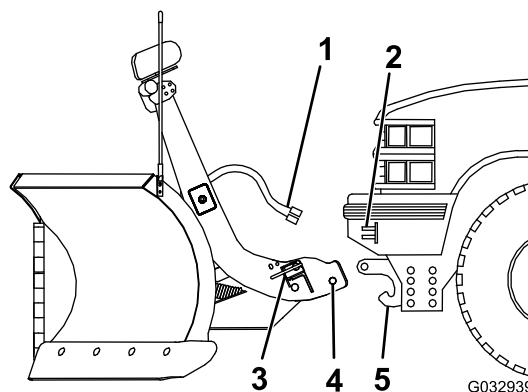

Figure 30
2. Alignez le véhicule avec le chasse-neige et avancez lentement jusqu'à ce que la goupille inférieure rencontre le récepteur de goupille de la barre de poussée (Figure 30).
4. Retirez les chapeaux de protection des connecteurs électriques et branchez le faisceau du chasse-neige au faisceau du véhicule (Figure 30).